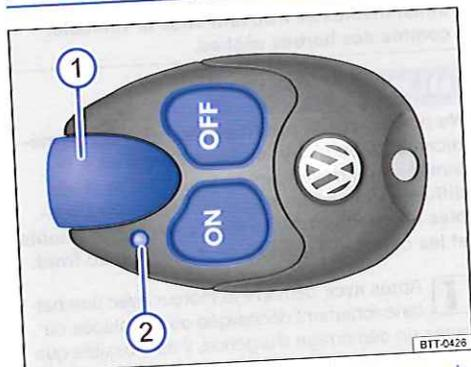

Fig. 201 Chauffage stationnaire : radiocommande
Vous obtiendrez la portée maximale en tenant la radiocommande avec l'antenne ⇒ fig. 201 ① à la verticale vers le haut. Veillez à ne pas mettre les doigts ou la main sur l'antenne.